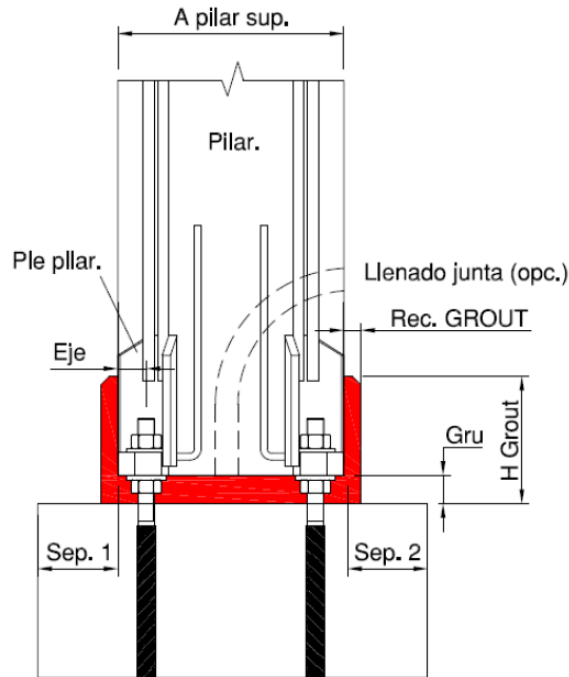

Figura 9.2 Cotas a respetar durante la colocación
- En el caso de empalme de pilares (según Figura 9.2), se debe desplazar los anclajes y pies de pilar para evitar interferencias de armadura por recubrimientos mínimos. esta situación se da en el caso de que una cara esté alineada con la cara del cemento inferior (valor de A = valor B). El valor de “Eje” es superior al definido en página anterior.